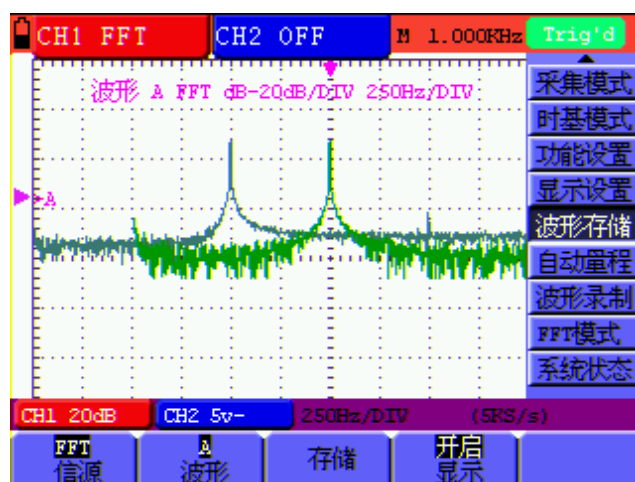

图50 波形储存
- 按 **F4** 键，选择地址A为开启，储存在地址A中的波形就显示在屏幕中，波形显示的颜色是绿色，同时以紫色信息显示波形的零点位置、幅值和频率。见图50：